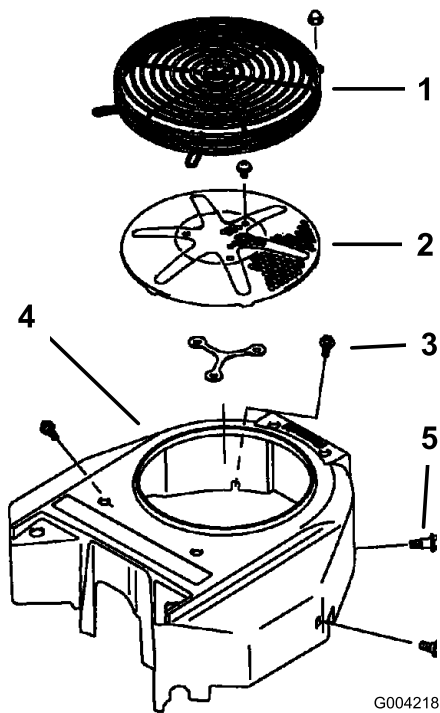

Figure 77
3. Retirez la grille d'entrée d'air, le lanceur et le carter du ventilateur (Figure 77).
5. Reposez la grille d'entrée d'air, le lanceur et le carter du ventilateur (Figure 77).